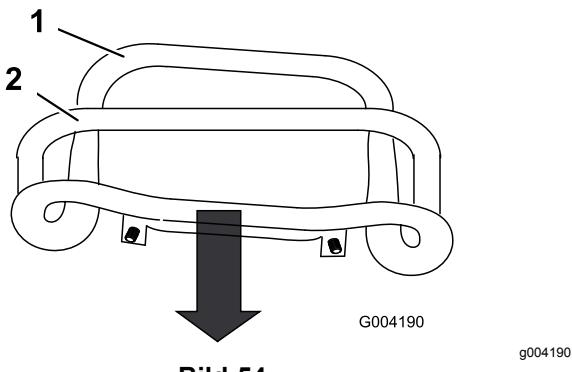

Bild 54
3. Ziehen Sie den Fahrantrieb zurück, sodass die Vorderseite des Fahrantriebs den Anschlagbügel berührt (Bild 54).